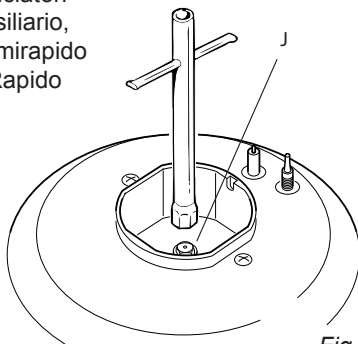

Fig. 5.2
- Con una chiave fissa sostituire gli ugelli "J" (fig. 5.2 - 5.3) con quelli idonei per il gas da utilizzare.